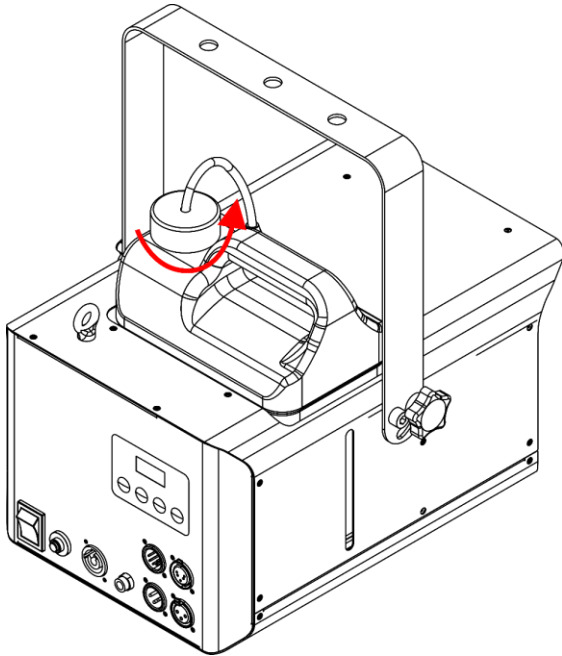

Abb. 14
- 02) Schrauben Sie den Deckel des Flüssigkeitstanks ab, wie in Abb. 14 gezeigt.